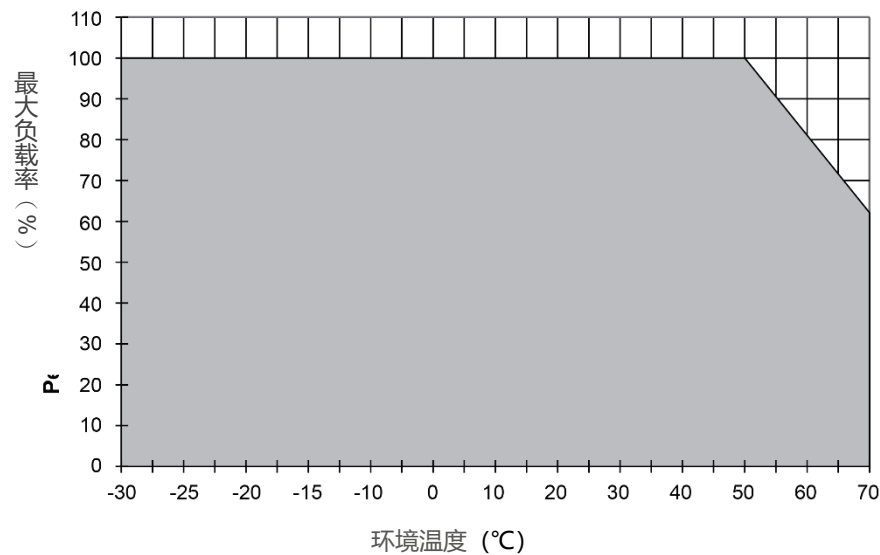
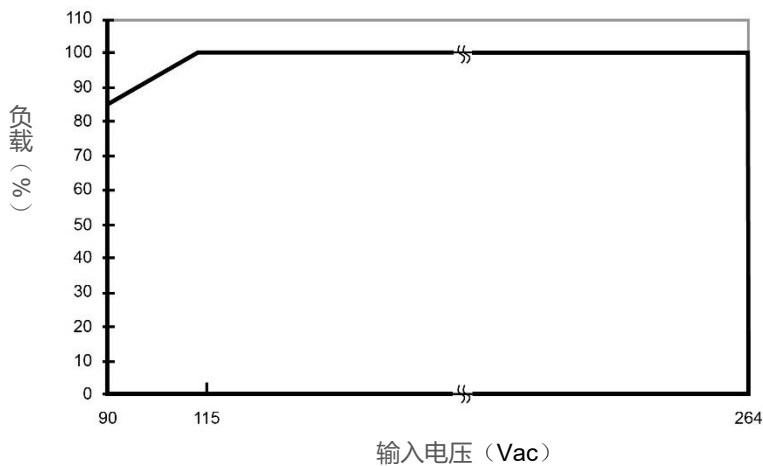

图 1 水平安装降额
图 2 AC 输入电压降额
- 1. 电源如果持续在额定功率曲线以外区间使用，可能导致零部件降级或损坏，具体参照图 1 及图 2 所示。